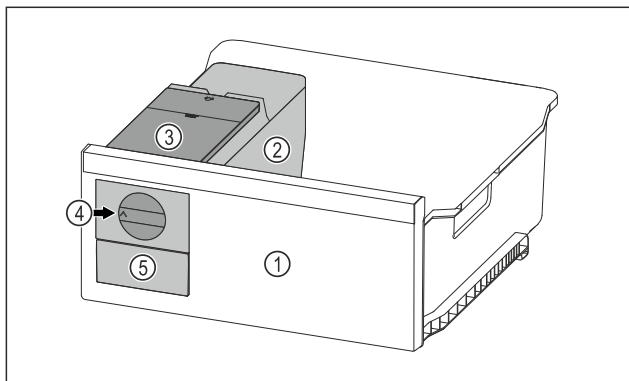

Fig. 74 Immagine a titolo di esempio
- ▶ Ruotare la manopola Fig. 74 (4) verso destra finché non si arresta.
- ▷ I cubetti di ghiaccio cadono dalla ciotola dei cubetti di ghiaccio nel cassetto dei cubetti di ghiaccio Fig. 74 (5).